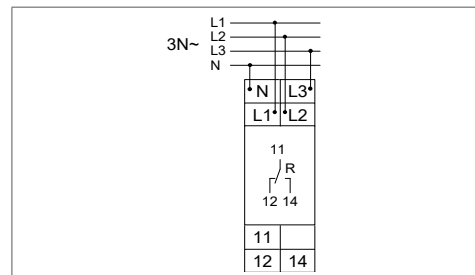

Bild 5: Elektrischer Anschluss, 3-phasig
- Das Gerät gemäß Bild 5 anschließen und verdrahten.